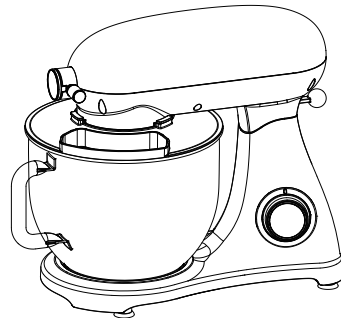

Fig 6
- 핸들을 위로 올려 주셔서 믹서 상단부에 체결되어 있는 용기 뚜껑과 용기가 결합되게 해주십시오. (Fig 6 참고)